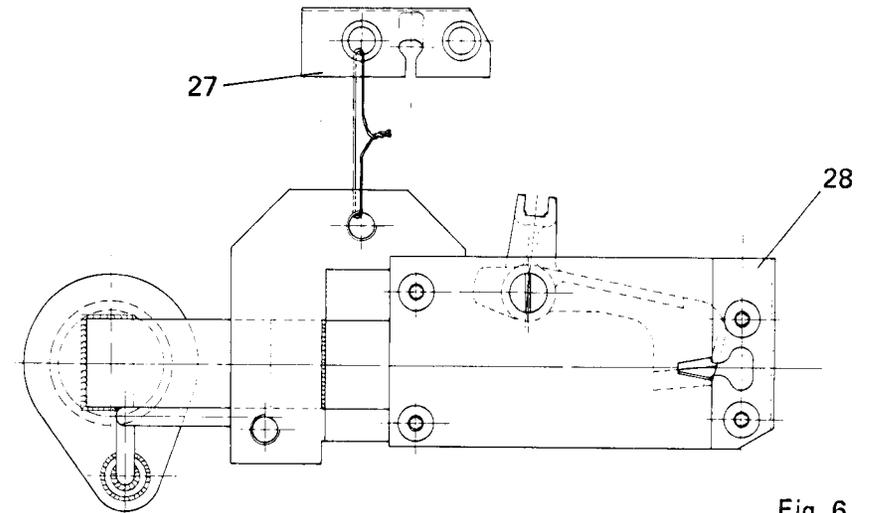

Fig. 6
- Carterino con bocchetta di aspirazione "NORMALE" simb. 928541-0-00 (28 fig. 6)
- Carterino con bocchetta di aspirazione "STRETTA" simb. 928553-0-00 (27 fig. 6)